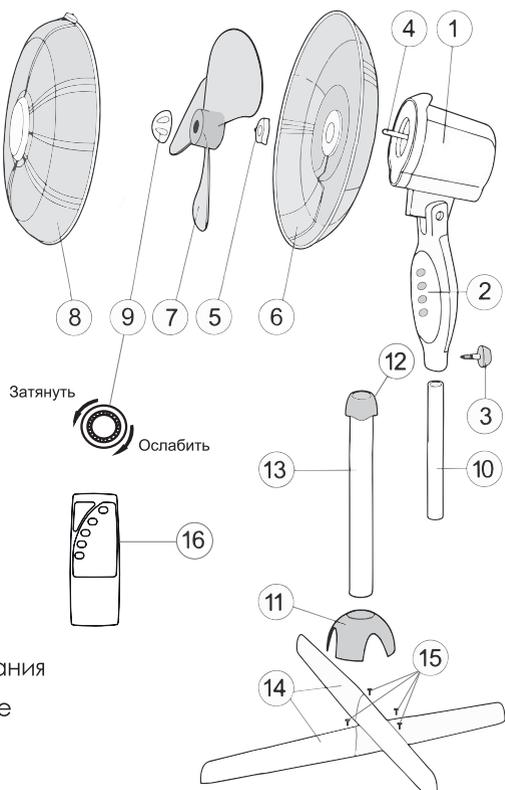

Рисунок 1
**Внимание!** Закручивайте фиксатор лопастей в направлении, указанном на рис. 1. Не прилагайте значительных усилий при закручивании резьбовых соединений пластиковых деталей!